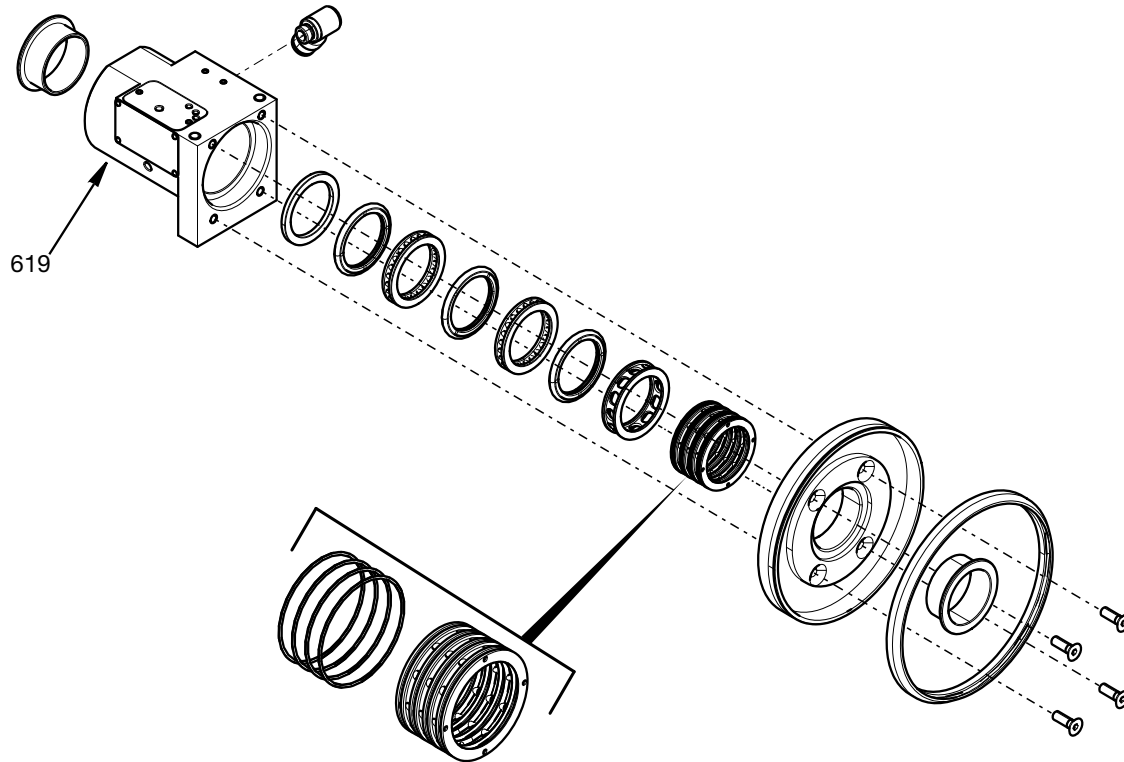

FIG. 19
11. Toutes les pièces internes et les joints peuvent maintenant être retirés du boîtier pivotant (619). Tous les joints et garnitures internes doivent être remplacés si la chambre pivotante est démontée. Voir FIG. 19.